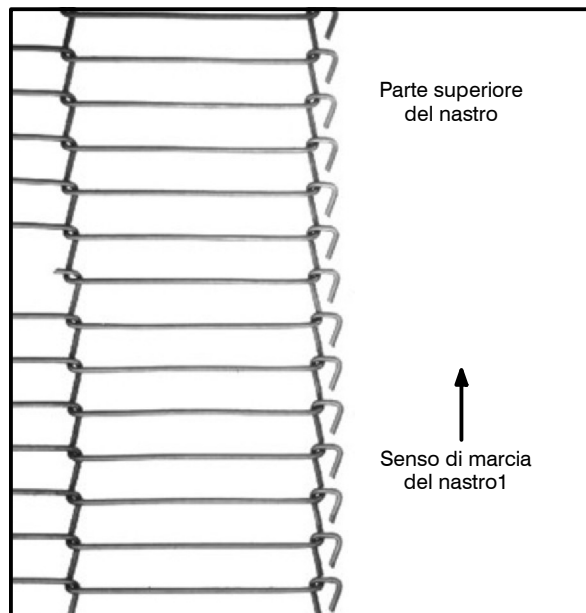

Figura 7
4. Installare il nastro portavivande come da illustrazione. Vedere le Figura 7 alla Figura 13.